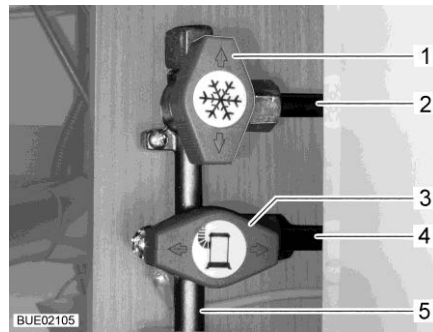

Bild 175 Läge Gasavstängningsventiler (exempel)
- Ställ gasavstängningsventilen för respektive gasapparat parallellt (Bild 175,3) med den ledning (Bild 175,4) som går till gasapparaten.
- Ställ gasavstängningsventilen för respektive gasapparat tvärs (Bild 175,1) mot den ledning (Bild 175,2) som går till gasapparaten.